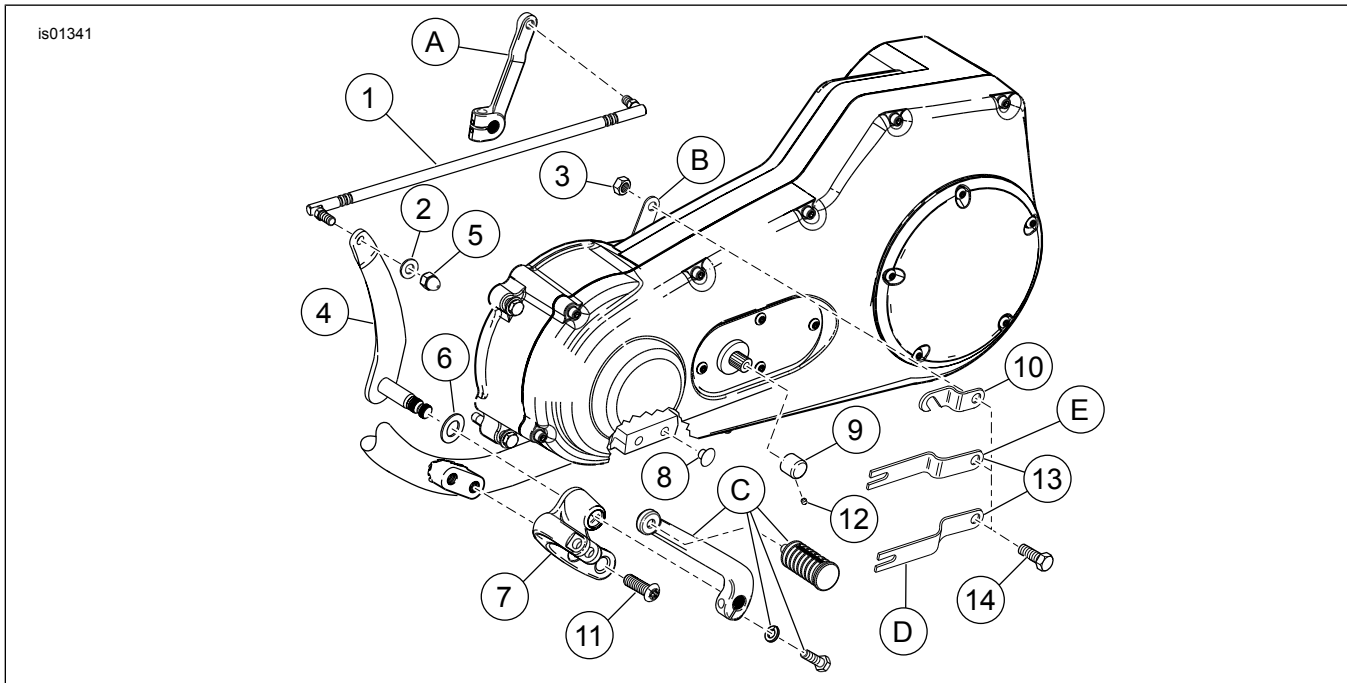
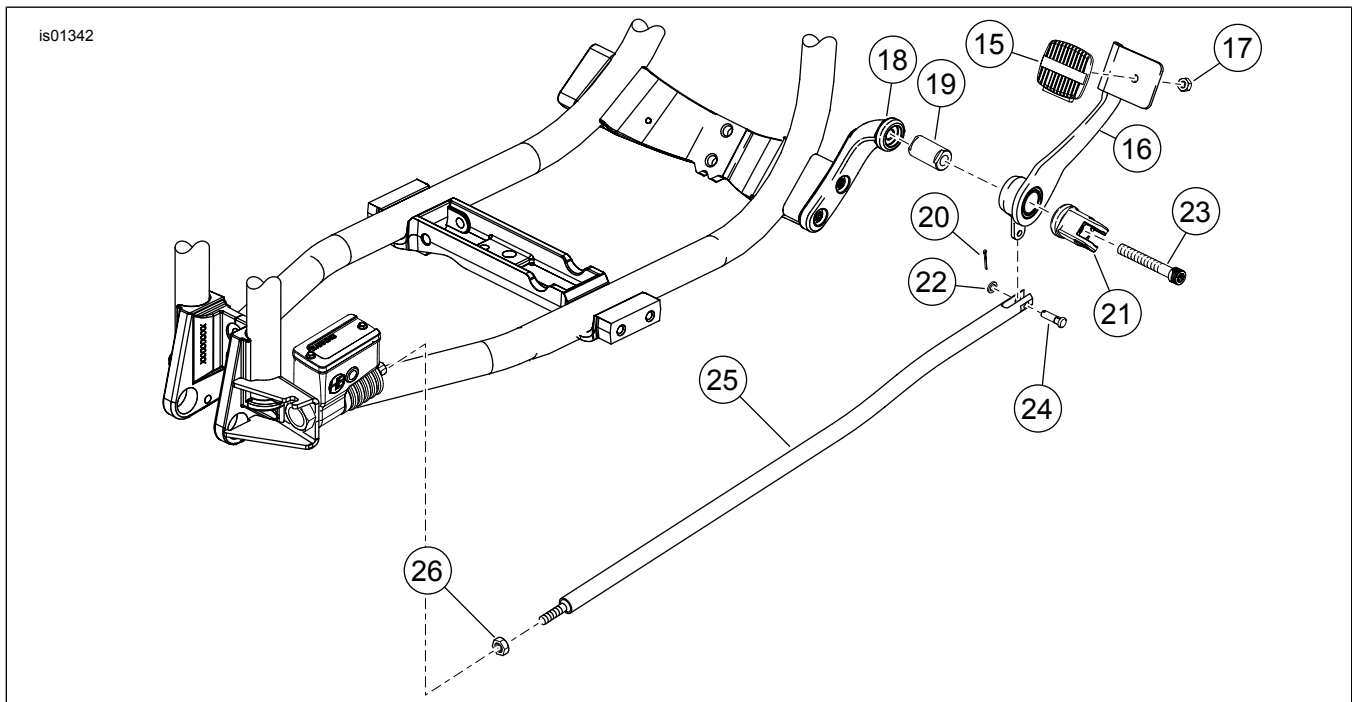

Figura 1. Peças de reposição para os controles de pedal na posição de avanço FXD (peças laterais do câmbio)
Figura 2. Peças de reposição para os controles de pedal na posição de avanço FXD (peças laterais do freio)
Veja a Figura 1 e a Figura 2. Os suportes de montagem e as forquilhas (7, 18 e 21) também podem ser adquiridos separadamente para atualizar o FXDWG padrão para este kit cromado.
1. Veja a Figura 1. Remova o conjunto do pedal de apoio do motociclista do lado esquerdo. Guarde o pedal de apoio e os prendedores para a instalação. Descarte a ferragem restante.
2. Empurre os tampões dos furos (8) nos furos dos parafusos no quadro onde o conjunto do pedal de apoio original estava montado.
1. Veja a Figura 2. Remova o pedal de apoio do motociclista do lado direito. Guarde o pedal de apoio e os prendedores para a instalação.
2. Solte a contraporca (26) da haste do freio no cilindro-mestre do freio traseiro.